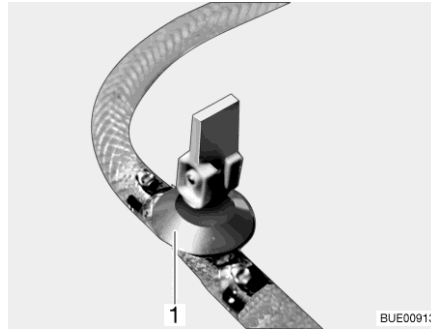

Bild 171 Ablasshahn (mit Kipphebel)
- Alle Ablasshähne öffnen. Dazu den Kipphebel des Ablasshahns (Bild 171,1) senkrecht stellen.